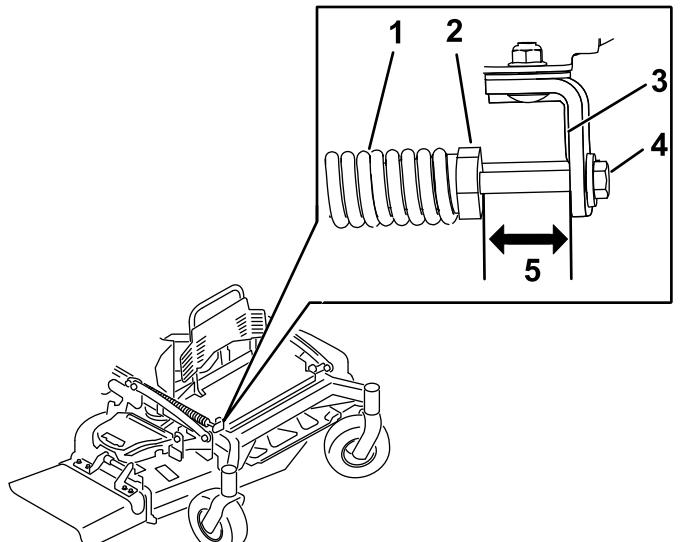

Figura 83
2. Compruebe la distancia entre la tuerca del muelle y el lado trasero del soporte de montaje soldado (Figura 83).
3. Asegúrese de que la longitud es de 64 - 89 mm (2.5" - 3.5"), como se muestra en la Figura 83.
4. Si es necesario, ajuste la distancia ajustando el perno situado en la parte delantera del soporte de montaje (Figura 83).